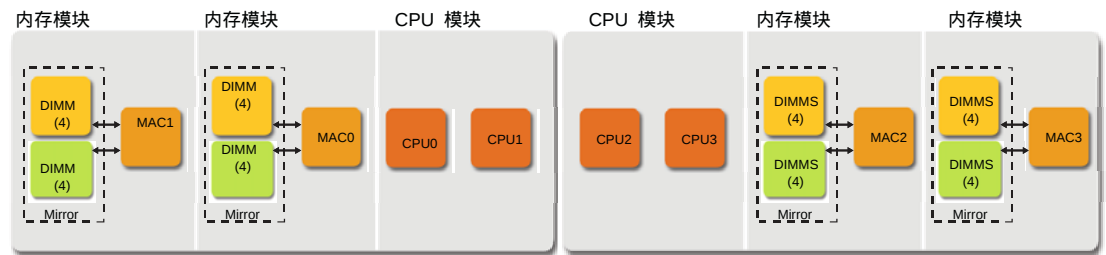
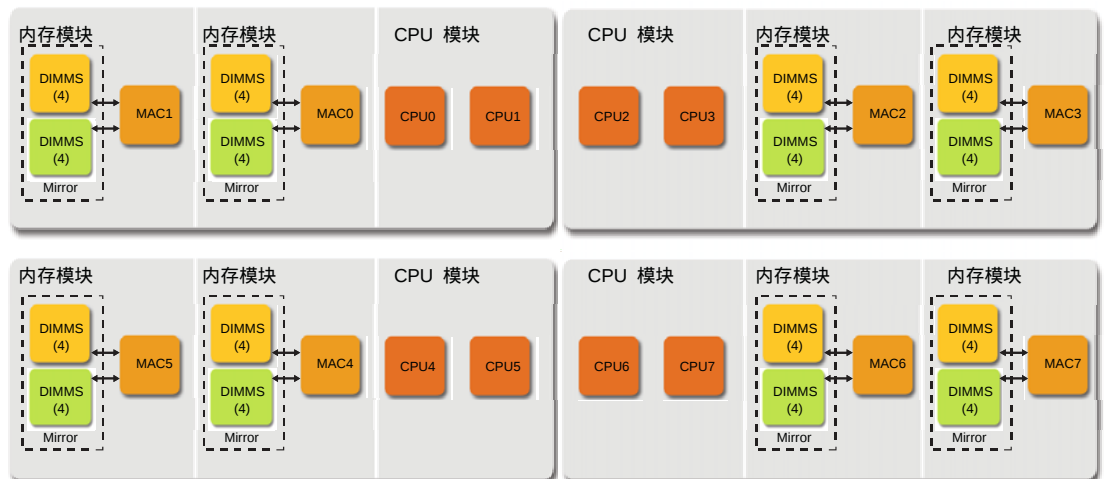

图 2-1. 富士通 SPARC Enterprise M4000 内存镜像体系结构
Figure 2-2. 富士通 SPARC Enterprise M5000 内存镜像体系结构
- 内存镜像 — 内存镜像是一项可选的高可用性功能，适合可用性要求最严格的应用运行。富士通 SPARC Enterprise 服务器启用内存镜像模式时，内存子系统复制写入数据，并将读取数据与内存镜像的每一面进行比较。如果发生总线或 DIMM 级错误，标准数据处理将通过其他内存总线和备用 DIMM 组继续进行。在富士通 SPARC Enterprise M4000 和富士通 SPARC Enterprise M5000 中，内存镜像位于相同的内存模块中，使用通用地址控制器 (MAC) 专用集成电路 (ASIC) (图 2-1 和 图 2-2)。